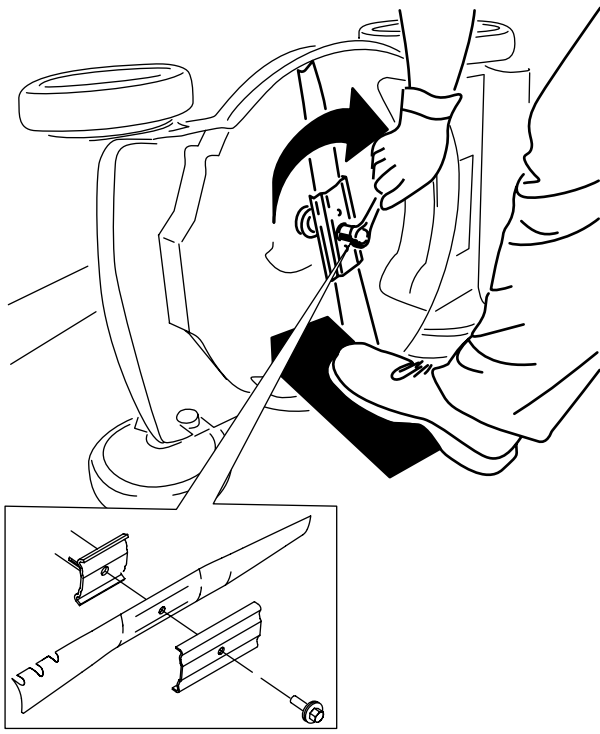

Figura 29
5. Instale a lâmina nova e todo o maquinário de montagem (Figura 29).